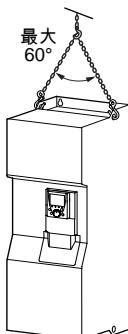

图 4
- 3 取下连接变频器与托台的螺钉并使用起重机搬运变频器。变频器为此配备了吊耳（图 4）。